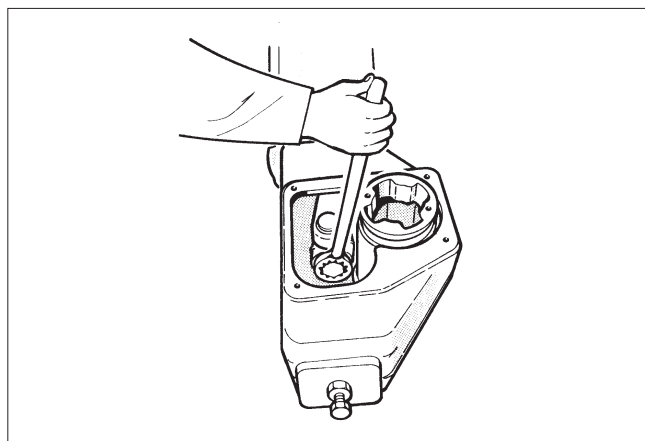

Fig. 8 Ouverture de la vis de fixation de l'articulation de l'actionneur
- Enlever le couvercle (2) du boîtier.
- Desserrer et enlever la vis de fixation (29) de l'articulation et les vis de fixation (31) du cylindre du côté du fond (6) du cylindre. Si le piston tourne avec la vis (29), détacher le chapeau (44) du cylindre et empêcher la rotation au niveau de la vis de fixation (28) du piston. Cf. figure 8.
- Desserrer et enlever l'avis de fixation (29) de l'articulation (cf. figure 8).